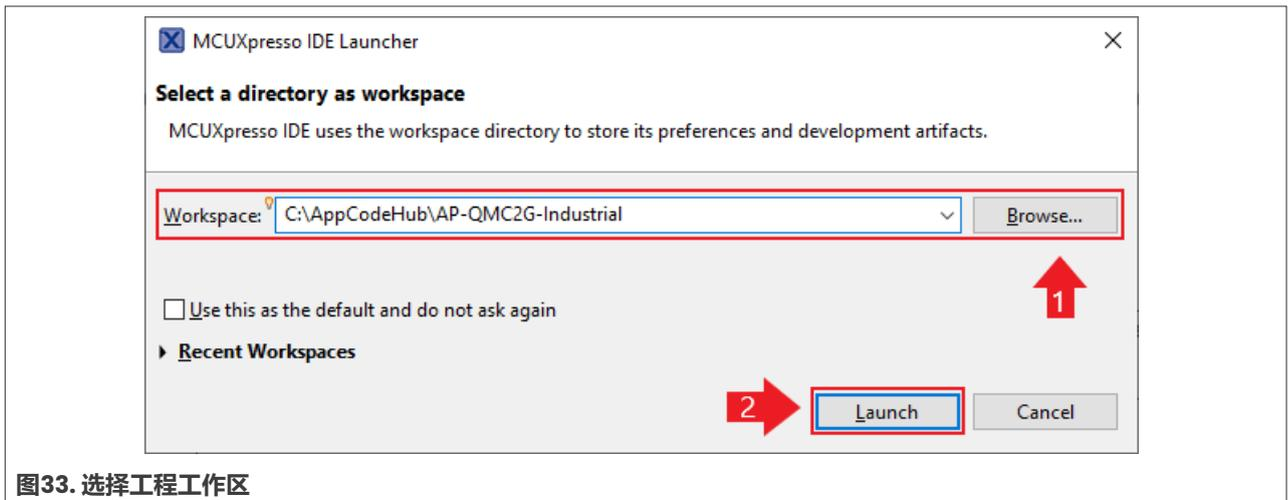

图33. 选择工程工作区
1. 启动MCUXpresso IDE。屏幕提示您选择工作区时，按图33所示操作：
(1) 选择一个您将导入工程的现有工作区，或创建一个新的工作区。
**注：**您的文件夹名称可能与图33所示的不同。
(2) 点击**Launch**按钮，打开选定的工作区。